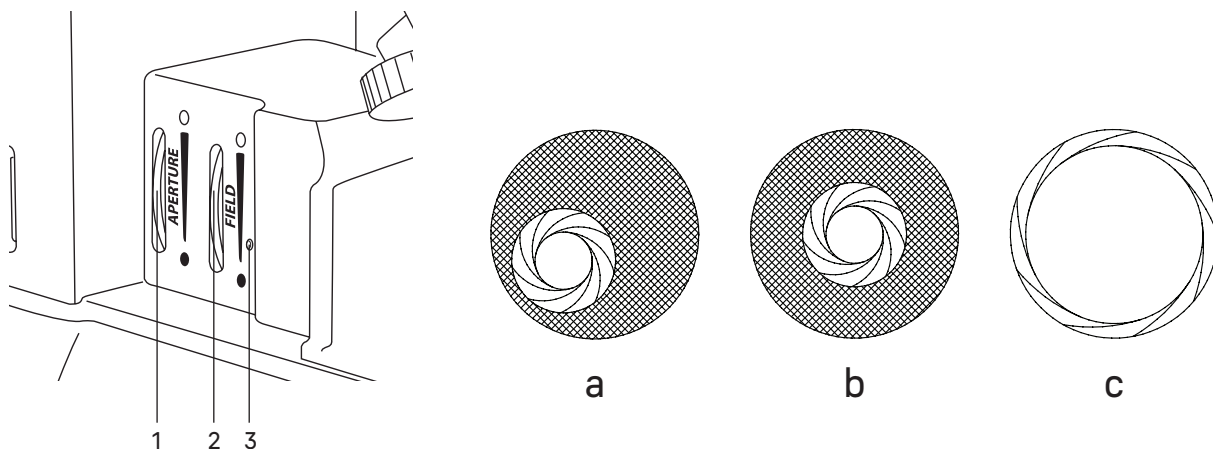

Рис. 11. Настройка освещения по Кёлеру
2. Откройте апертурную диафрагму 1 и закройте полевую диафрагму 2, в поле зрения появится светлое пятно, как показано на рис. 11.
3. Если светлое пятно отклоняется от центра поля зрения, как показано на рис. 11а, отрегулируйте центрирующий винт 3 с помощью двух ключей-шестигранников, чтобы центр полевой диафрагмы совпал с центром поля зрения, как показано на рис. 11b.
4. Откройте полевую диафрагму, чтобы изображение наблюдаемого образца заполнило поле зрения, как показано на рис. 11с.